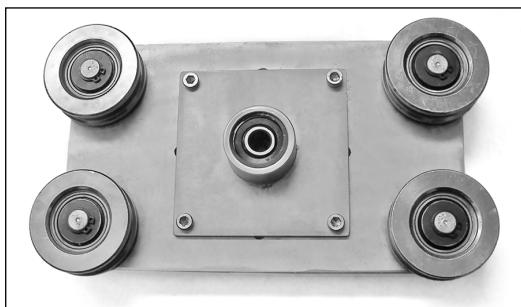

Рис.2.7 Установка суппорта SBB32.
- 2.3.** Закрепить суппорт SBB32 к каретке, устанавливаемой со стороны, противоположной приводу, при помощи четырех болтов M6x10 с шестигранной головкой с размером под ключ S10 или винтов с цилиндрической головкой с внутренним шестигранником S5 (рис.2.7).